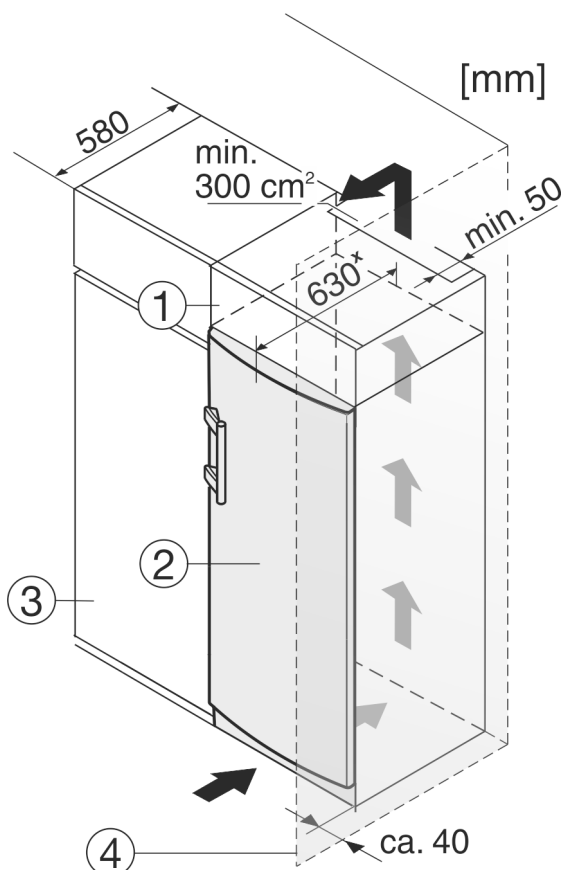

Fig. 12
A készüléket körbe lehet építeni konyhaszekrényekkel. Rá lehet szerelni Fig. 12 (2) egy rátétszekrényt, hogy a készüléket a konyhabútorok magasságához Fig. 12 (1) igazítsa.
Ha a készüléket konyhaszekrényekkel építi körül (max. 580 mm mélységben), akkor a készüléket közvetlenül a konyhaszekrény Fig. 12 (3) mellé is felállíthatja. A készülék oldalt 34 mm * mértékben áll előrébb a konyhaszekrény előlapjához képest, a készülék közepénél pedig 50 mm * mértékben.
Ha a készüléket a zsanérjaival a fal Fig. 12 (4) mellé állítja, akkor a készülék és a fal közötti távolság legalább 40 mm kell legyen. Ez a fogantyú túlnyúlásának felel meg, amikor kinyitja az ajtót.